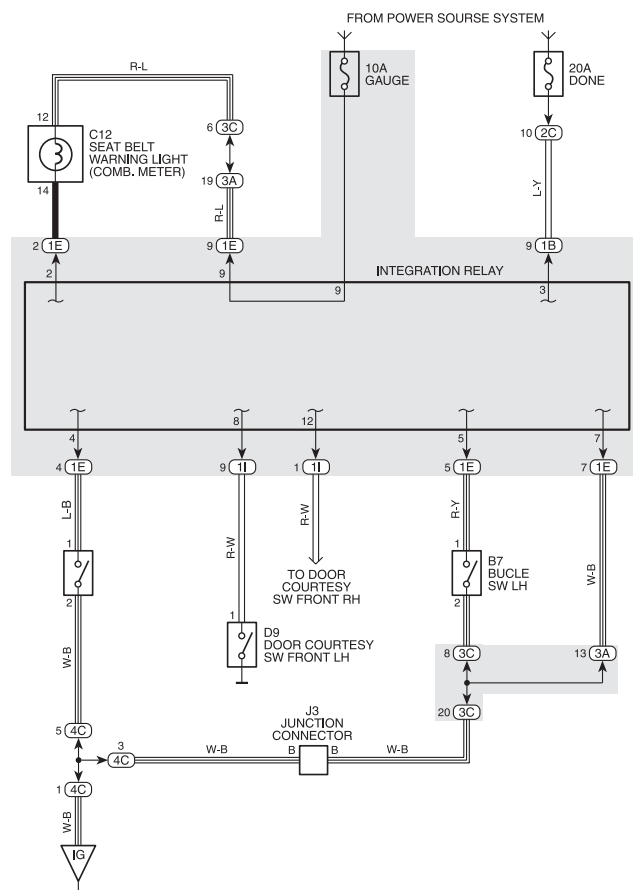

Рис. 22. Принципиальная схема контрольного блока ремней безопасности и напоминания о ключе
1. Проверку срабатывания концевика BUCKLE SW с помощью тестера. При застегнутом ремне безопасности BUCKLE SW « ON, при отстегнутом BUCKLE SW « OFF (разъем B7 на рис. 22, 23);
2. Проверку срабатывания концевика KEY UNLOCK WARNING SW с помощью тестера. Ключ оставлен в замке зажигания в положении OFF (KEY UNLOCK WARNING SW « ON) (разъем K3 на рис. 22, 23).